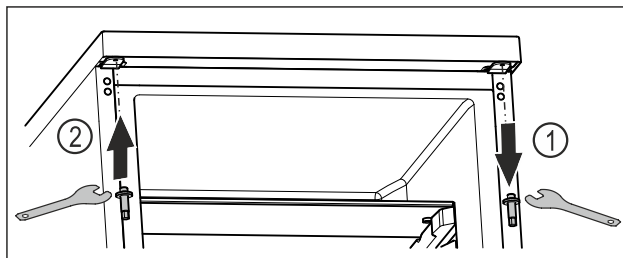

Fig. 18
- ▶ Draai de bovenste bout los met een inbusleutel. Fig. 18 (1)
- ▶ Draai de bout aan de andere kant vast met een inbusleutel. Fig. 18 (2)